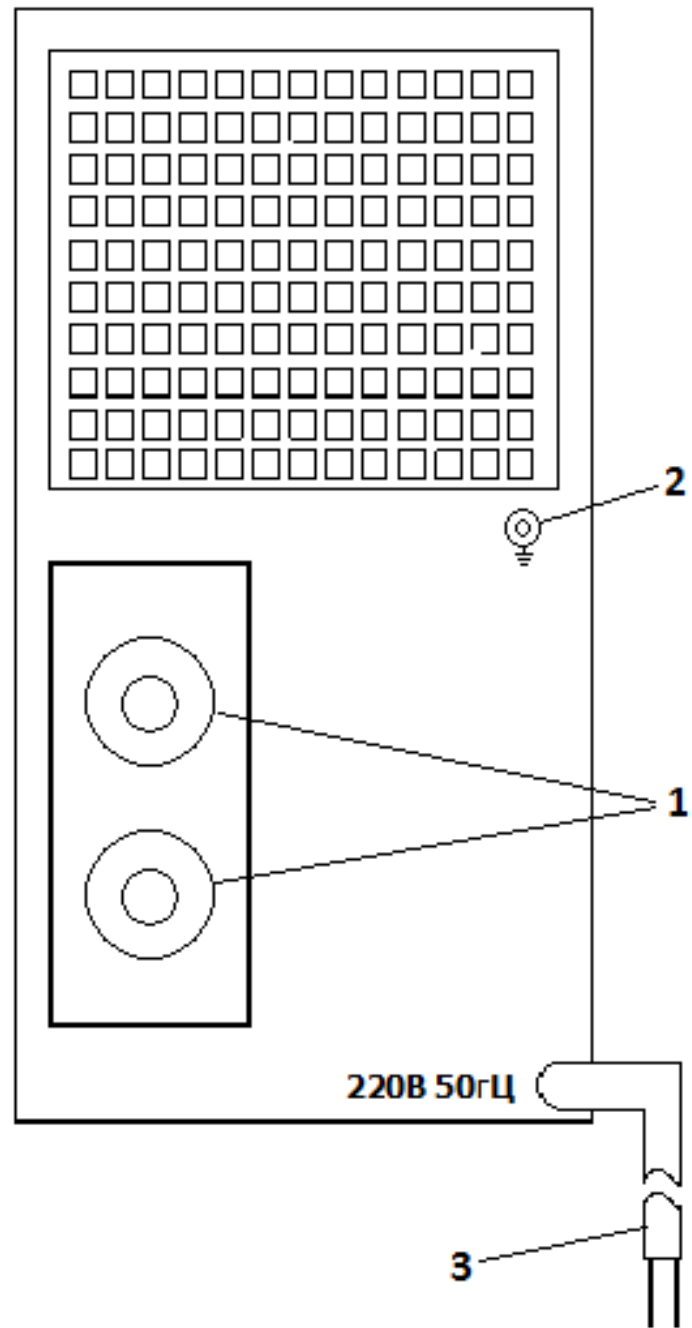

Рис.1. Задняя панель комплекта СИНУС-Т 300А
4.3.1. На задней панели комплекта находятся (рис.1):